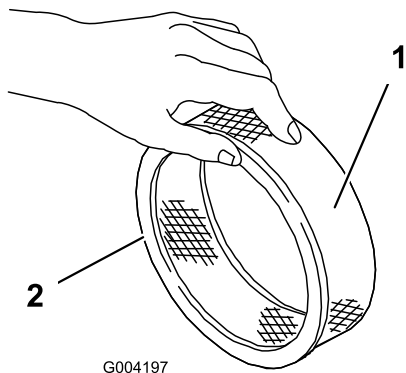

Figura 46
5. Verifique se o filtro de papel tem rasgos, película de óleo ou o vedante de borracha danificado (Figura 46).
1. Faça deslizar cuidadosamente o filtro prévio de esponja para o filtro de papel (Figura 46).